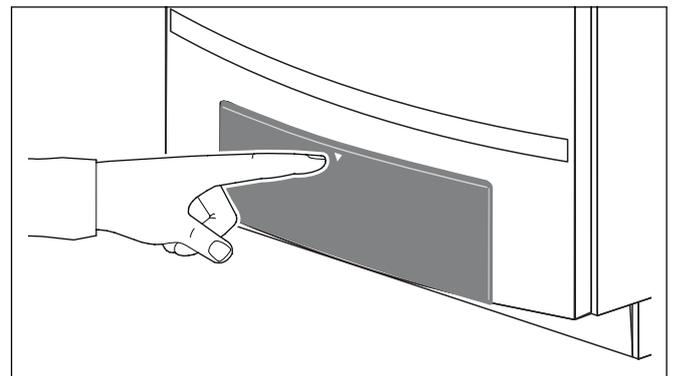

Fig. 79 Chiusura del pannello di comando
- Chiudere il pannello di comando esercitando una leggera pressione (fig. 79, pagina 61).
- Chiudere il pannello di comando esercitando una leggera pressione (fig. 79).